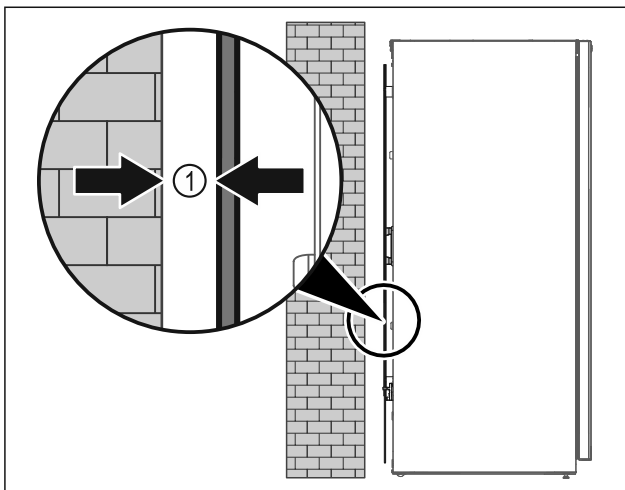

Fig. 8
- ▶ Placer l'appareil soit librement dans la pièce, soit directement contre un mur en respectant une distance minimale de 5 mm Fig. 8 (1).